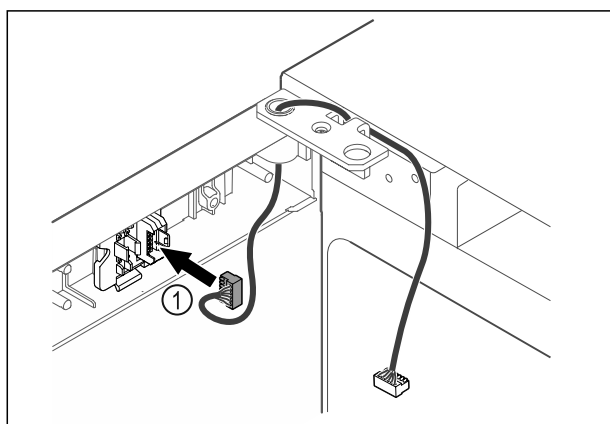

Fig. 59
- ▶ Dugja be a dugót Fig. 59 (1) a dugófoglatatba.